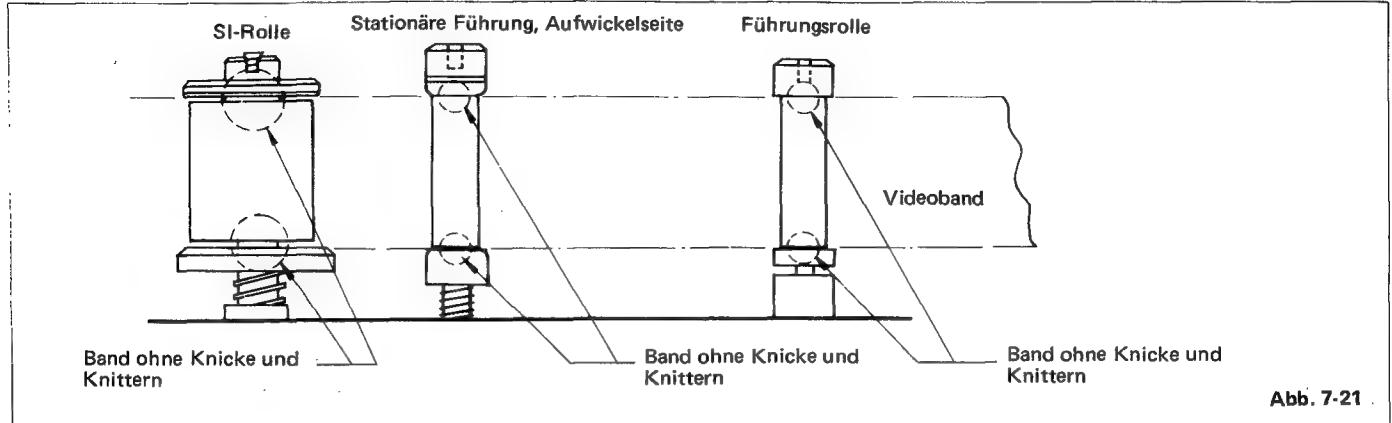

Abb. 7-21
- Wie aus Abb. 7-21 ersichtlich, überprüft man bei
- Nachdem die Einstellung abgeschlossen ist, auf jeden Fall den Bandlauf sowie Aufwickel- und Abwickel-Führungsrollen einstellen. Daraufhin gemäß Abb. 7-21 die Höhe der stationären Führung der SI-Rolle überprüfen.